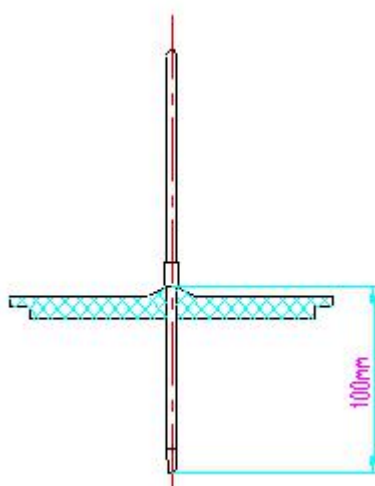

图 2
1. 将上开门上的温度计插孔密封螺钉取下，按照图 2 规定的温度计插入尺寸。